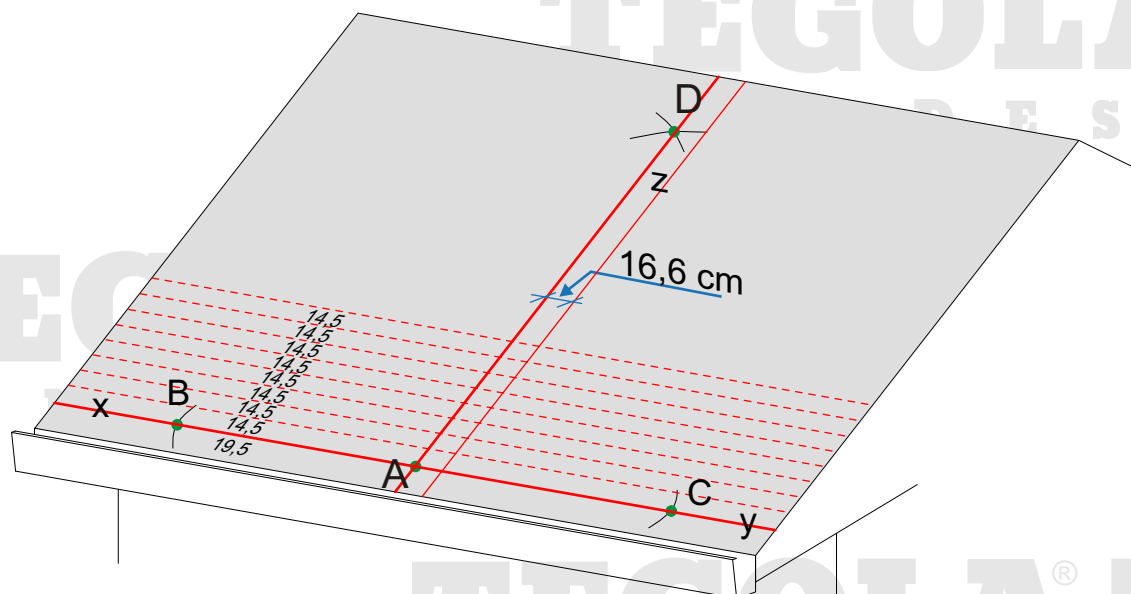

Fig. 1 - Tracciamento della copertura
- Partendo dalla linea xy tracciare delle linee orizzontali e parallele alla stessa, ad una distanza di cm 14,5 fra di loro fino ad arrivare al colmo (fig.1).